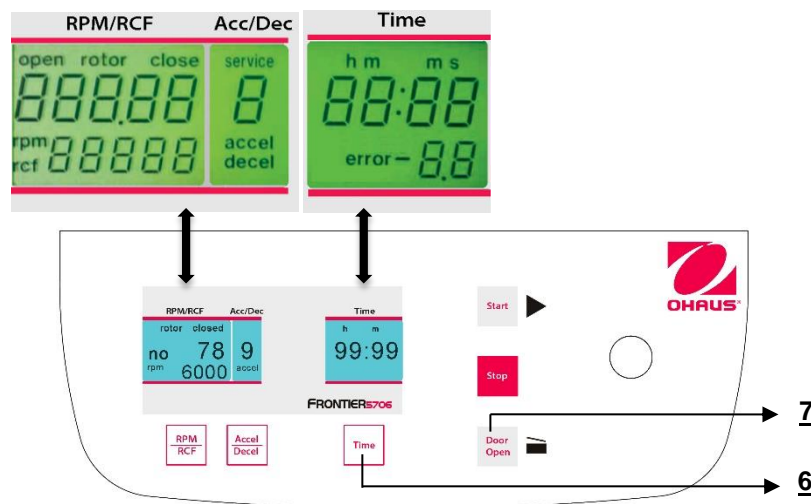

Figura 26
Mentre la centrifuga è disconnessa, premere simultaneamente i tasti "**Time**"(6) e "**Door Open**" (7) e connettere l'interruttore principale della centrifuga. Adesso, rilasciare entrambi i tasti e - per effetto di ciò - viene eseguita una prova del display per circa 5 secondi. Tutti gli indicatori appariranno allo stesso tempo (Vedere figura 26).